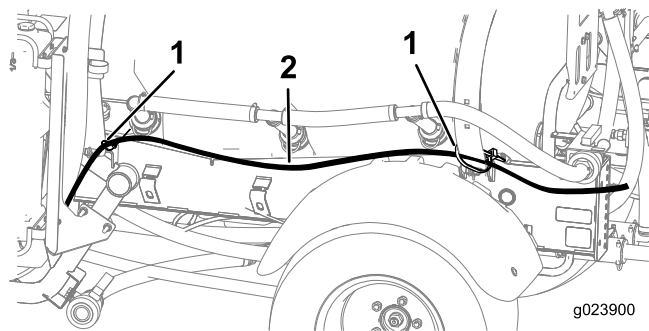

Figura 16
2. Disponete i 2 tubi della schiuma dalle barre in avanti, sul lato della macchina con la staffa di montaggio (Figura 16).